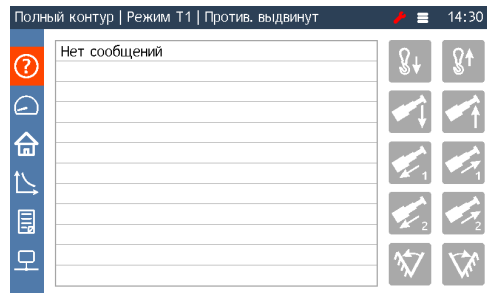

Рисунок 5. Экран информационных сообщений
4. При обнаружении неисправности, в статусной строке в верхней части ЖК-дисплея появляется её описание. В случае наличия нескольких неисправностей их полный перечень приведен на экране информационных сообщений (см. рисунок 5).
Экран информационных сообщений (см. рисунок 5) в табличной форме отображает все информационные сообщения, выводимые блоком индикации в текущий момент. В боковой части экрана отображается информация о разрешенных операциях (пиктограмма зеленого цвета), запрещенных операциях (пиктограмма красного цвета) и об операциях, которые совершает оператор в настоящее время (контурное изображение с фоном соответствующего цвета).